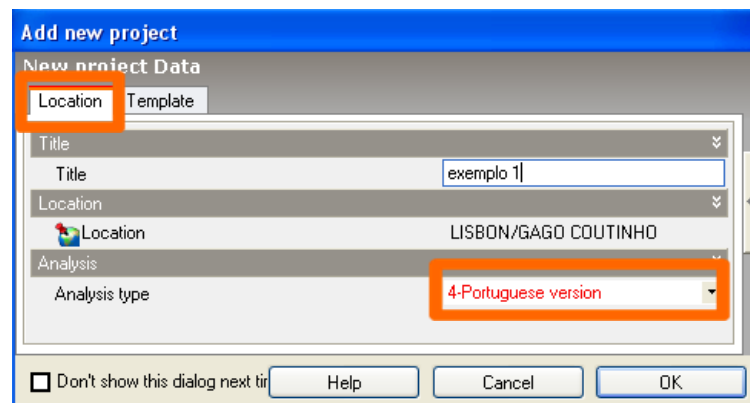

Figura 2 – Escolha da localização e tipo de análise.
2. Escreva o nome do projecto em **Title** e escolha uma das localizações, clicando no texto da caixa à frente de **Location** e escolhendo **Portugal** na janela do lado direito, escolhendo de seguida a localização que deseja (clique duas vezes para seleccionar). Nota: esta escolha de localização é indiferente para o cálculo do módulo IEE, o importante é escolher uma das localizações em Portugal. Escolha **4-Portuguese Version** em **Analysis type** na secção **Analysis** (mesmo que esta opção já esteja escolhida por defeito, clique na caixa de texto para abrir a lista de opções e escolha novamente esta opção) e clique OK (Figura 2).